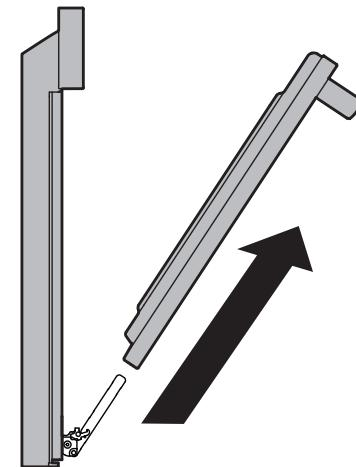

Figure 16: Enlever la porte
4. Tirez le bas de la porte vers vous tout en faisant tourner le haut de la porte vers l'appareil pour dégager complètement les leviers de charnière (Figure 16).
1. Tenez fermement les deux côtés de la porte. N'utilisez pas la poignée de la porte (Figure 16).